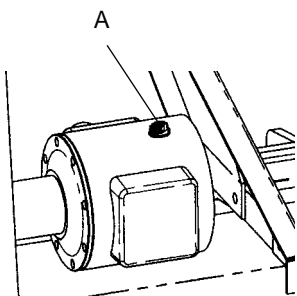

Fig. 3
2. Llenar la caja de engranajes superior con **aceite SAE 90** hasta comprobar que llega al nivel de la varilla A (**fig. 3**). Capacidad 1,5 l. (R400Z-M) y 3,5 l (R400Z-S)